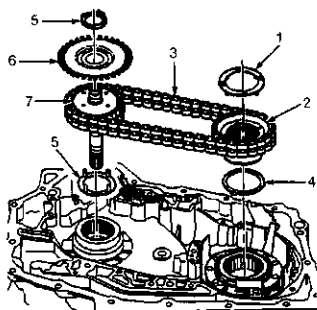
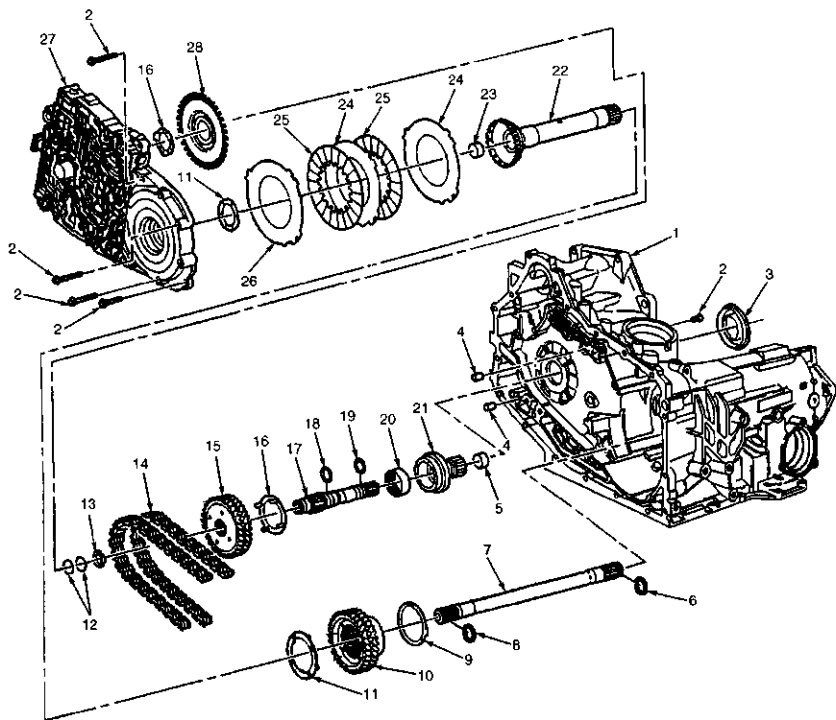
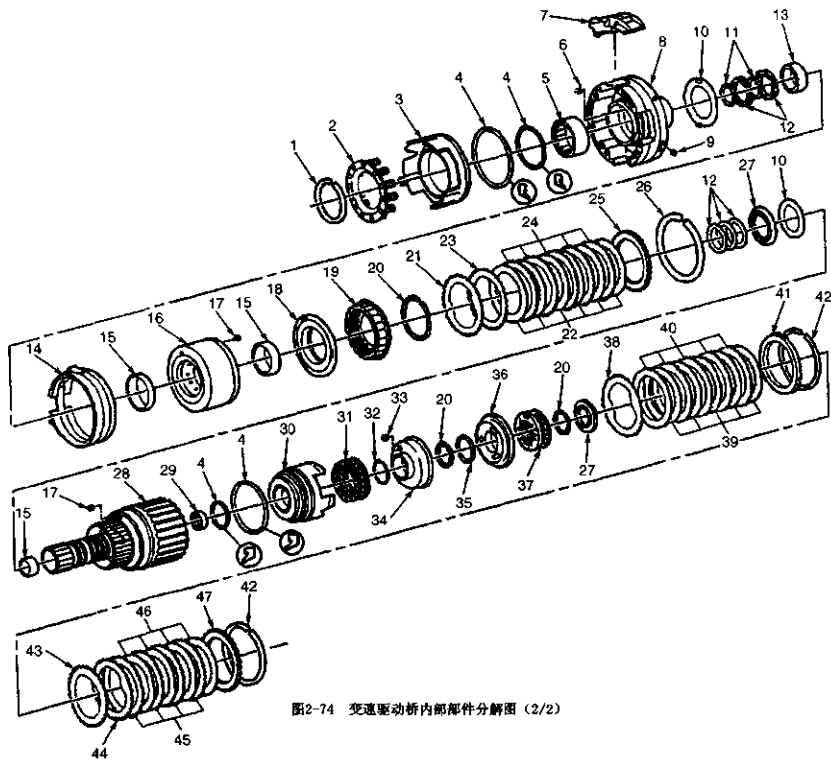

图2-67 拆卸和安装主动/从动轮
图2-68 四档离合器、蜗轮轴、输出轴和主/从动齿轮总成部件解体图
图2-74 变速驱动桥内部零件分解图(2/2)
拆下 4 档离合器底板,复合材料摩擦片和钢板。拆下四档离合器轴(图 2-68)。拆下传动链润滑油勺(图 2-74)。
① 拆下四档离合器轴止推垫圈。拆下主动链轮止推垫圈。垫圈可能会卡滞在壳体盖内。拆下车速传感器可变磁阻转子轮。注意传动链的主连接片。主连接片的颜色不同其它链节,可以向下或向上朝向壳体。
② 提起主动和从动链轮,使传动链离开壳体。要均匀提起两侧;可能需要用橡胶棒向上轻轻敲击蜗轮轴。拆下主动和从动链轮止推垫圈(图2-68和图2-67)。垫圈可能会卡滞在链轮上。